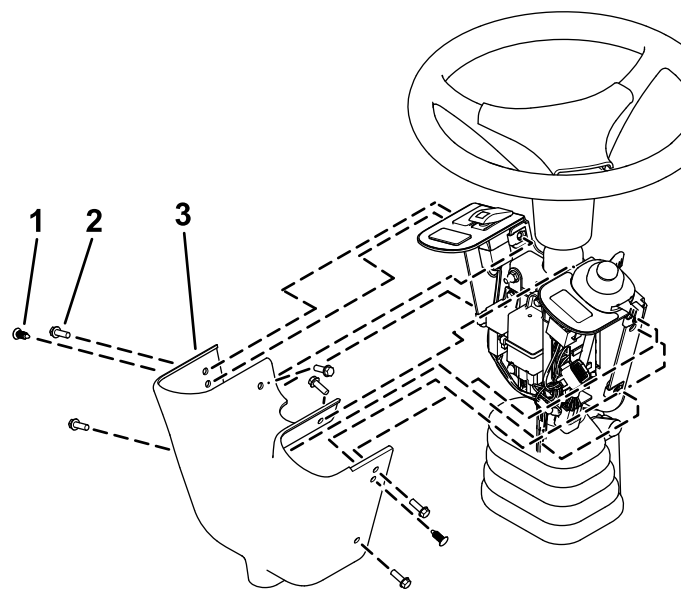

Figure 13
16. Fixez la protection des commandes sur le support des commandes à l'aide de 2 rivets poussoirs et de 6 vis à tête hexagonale ($\frac{1}{4}$ " x $\frac{3}{4}$ "), comme montré à la Figure 13.